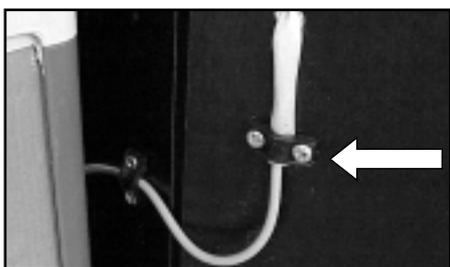

Abbildung 13.
4. Rasten Sie das Kabel mit der Isolierung (C) in die LED-Halterung ein und schließen es an (Abb. 13).